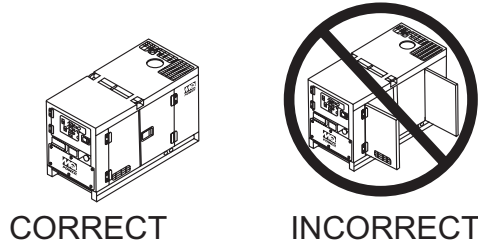

Figure 37. Portes du Coffret du Moteur
- Connectez la charge aux **prises** ou **aux attaches de la borne de sortie** comme l'illustre la (Figure 37). Ces points de connexion de la charge peuvent se trouver sur le panneau de la borne de sortie et sur le panneau de montage par câble de la borne de sortie.
- Fermez toutes les portes de l'enceinte du moteur (Figure 37).